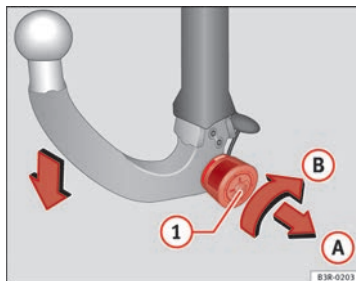
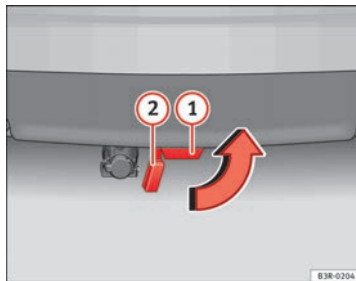

Abb. 170 Abnehmbare Anhängervorrichtung: Kugelstange abbauen
Abb. 171 Stoßfänger hinten: Verschlusspfropfen einsetzen
- Stecken Sie den Schlüssel in das Schloss (1) ⇒ Abb. 170 am Handrad.
- Halten Sie die Kugelstange fest und ziehen Sie das Handrad in Pfeilrichtung (A) heraus.
- Drehen Sie das Handrad in gezogener Position bis zum Anschlag in Pfeilrichtung (B).
- Ziehen Sie die Kugelstange nach unten aus dem Aufnahmeschacht (1) ⇒ Abb. 171 heraus. Dabei wird der Aufnahmeschacht durch die Verschlussklappe (2) automatisch verschlossen.